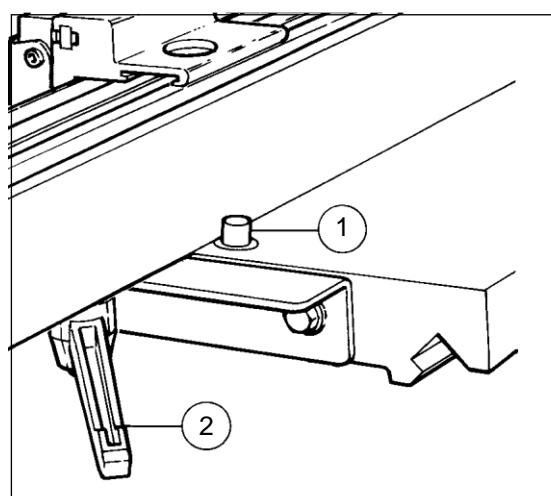
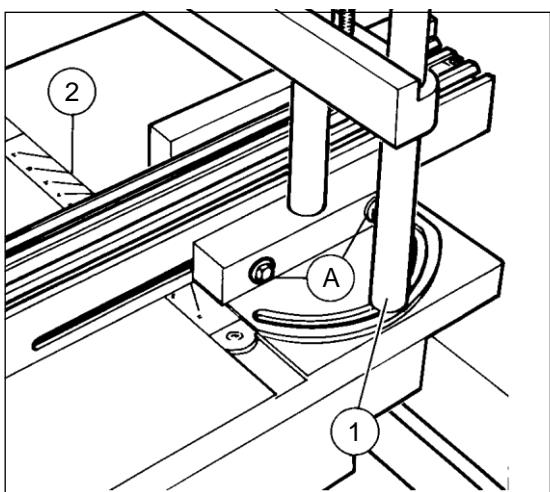

Fig.20
Fig.21
Pour le déplacement du pare-éclat par l'avant ou l'arrière, desserrez la poignée (3) afin de libérer le bridage (2). L'échelle graduée dont le guide est pourvu peut-être déplacée en desserrant la vis (4). Pour le déplacement du guide par l'avant ou l'arrière par rapport à l'arbre toupie, il faut desserrer les deux boulons (fig.21,A).
Pour incliner le guide par rapport à la direction d'avancement du chariot à tenonner, desserrer l'axe (fig.21,1) et la poignée qui est située en dessous du guide (fig.20,2).
L'angle d'inclinaison est relevé à l'avant du profile du guide sur l'index dans la table (voir flèche). Pour remettre le guide télescopique perpendiculairement au mouvement du chariot, il faut bien le buter contre la butée (fig.20,1) et reserrer la poignée (fig.20,2) et l'axe (fig.21,1).
Pour des coupes négatives, pousser la butée (fig.20,1) dans la table afin de pouvoir passer au dessus.